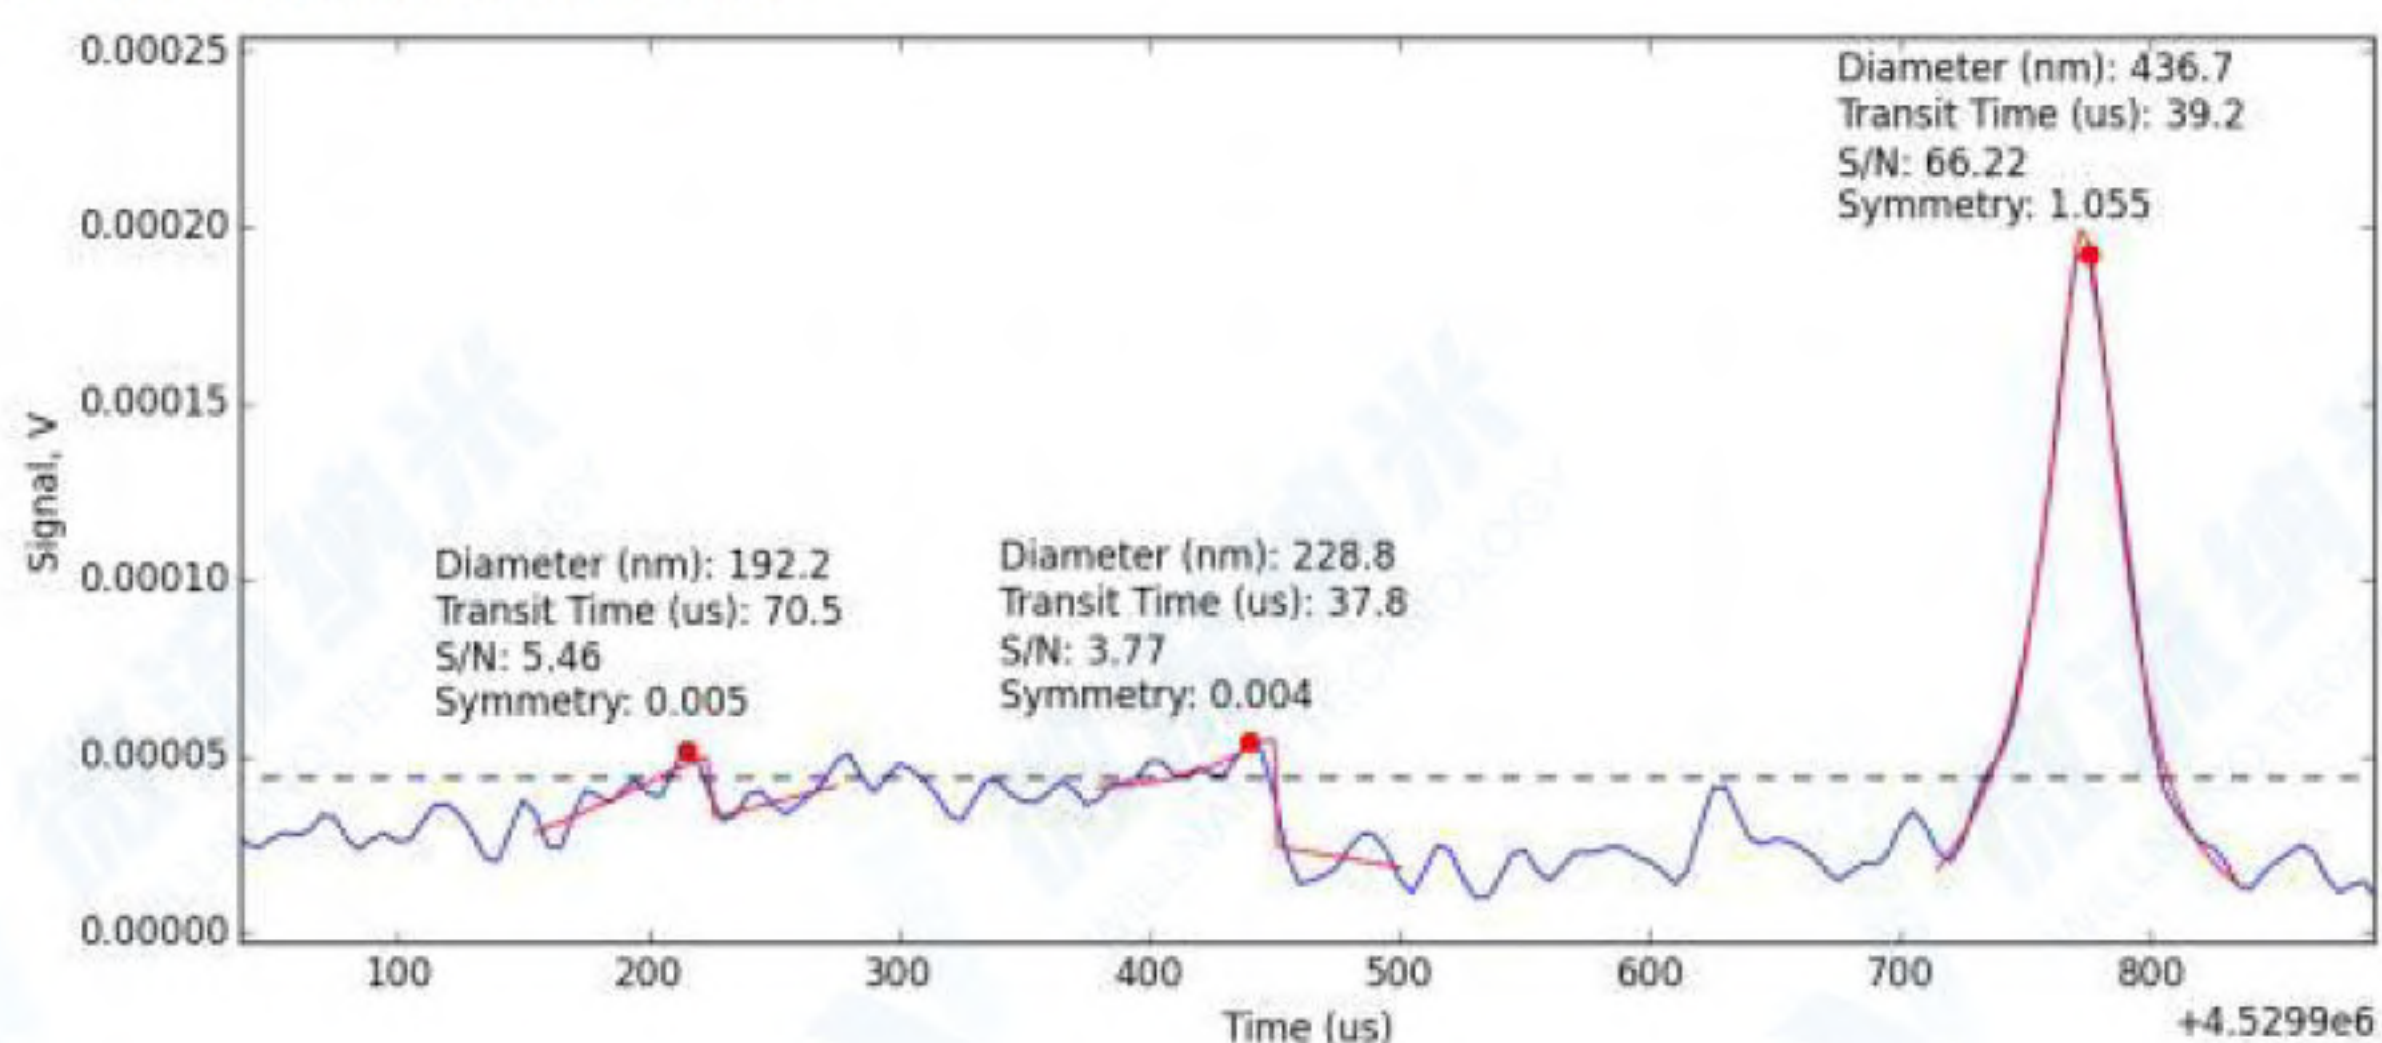

图13：虚线所示的峰值检测阈值接近基线噪声，在本地时间窗口中，约 200 μ s 和 450 μ s 处检测到两个假阳性信号，而在 750 μ s 处则清晰检测到一个真实颗粒事件。红色点标示峰值位置，红色线表示对每个峰值的拟合曲线。Viewer 软件提供了峰值过滤工具，可用于识别并去除数据中的假阳性信号。
在原始数据中，颗粒检测事件通常表现为峰值。用于检测和表征这些峰值的算法采用阈值法：当归一化输出信号超过峰值检测阈值时，该信号突变被视为可能的峰值并进行测量（见图13）。通过这种方法检测到的每个峰值都会记录多个参数，包括拟合质量参数（如信噪比）以及穿越事件的物理参数，例如颗粒通过检测通道的穿越时间和峰值形状的对称性。
当峰值检测阈值接近基线噪声时，部分假阳性信号（即原始数据中的峰值，但并不代表真实颗粒）可能会被错误地包含在统计文件数据集中（见图13）。本步骤的目标是通过排除那些峰值参数超出真实颗粒正常范围的检测事件，从数据中去除假阳性信号。可用于筛选的参数包括信噪比、峰值对称性以及穿越时间。
- 确定合适的 S/N 截止值的方法：可通过检查原始数据中的峰值来评估适当的 S/N 过滤标准（见图13及第21页“查看原始数据处理结果”部分）。